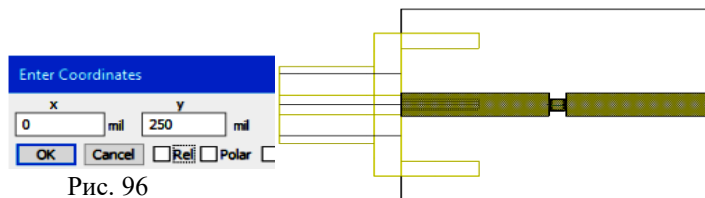
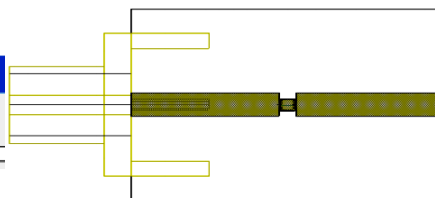

Рис. 96
Рис. 97
11. Перетаскивая **SMACONFIG** в EM структуру **SMA** нажмите клавишу **Tab**, в открывшемся диалоговом окне **Enter Coordinates** в поле **x** введите **0**, в поле **y** введите **250 mil** (рис. 96). Нажмите **OK**. Будет создана фигура, показанная на рис. 97.